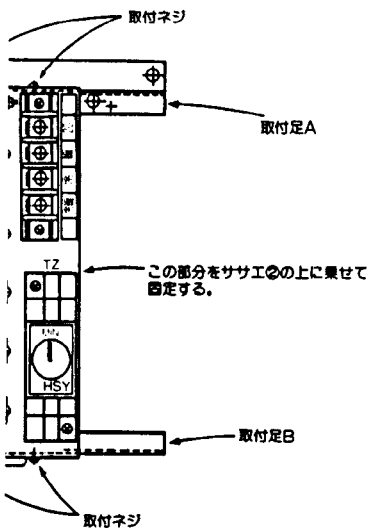

図5
(1)遠方表示回路部品の取付足A、B、及び再起動遅延回路部品の取付足A、B(遠方表示回路部品の取付足A、Bと同一)を外し(取付ネジ各2個)遠方表示回路部品を右に、再起動遅延回路部品は左にくるように並べ取付足A、Bに取付けます。(図5参照)
①を取付けます。(図5参照)
(3)接続後結束バンド④にて適切な箇所を結束してください。